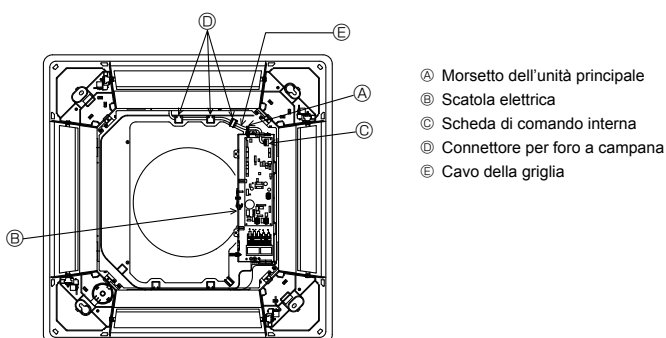

Fig. 5-8
5.4.4. Collegamento elettrico (Fig. 5-8)